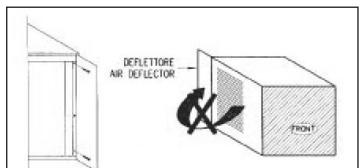

Fig. 24.
- 13) Installation du déflecteur d'air (livré en standard) (Fig 24) Le déflecteur doit être installé comme indiqué pour empêcher le recyclage de l'air chaud au travers du condenseur.